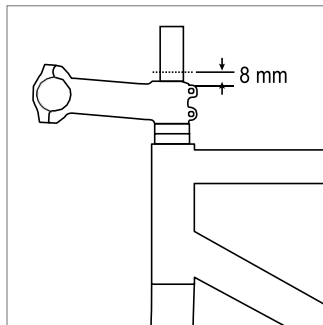

図 5
- ステムをステアラーに取り付け、スペーサーと同一平面上にあるようにします。ステアチューブが 8 mm 以上伸びるようにします (図 5)。